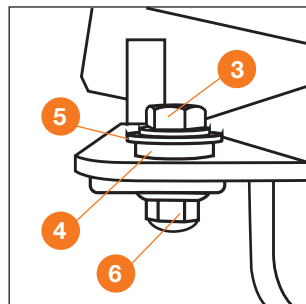

Рис. 7
- Закрепите крыло с помощью болтов, проставок, шайб и гаек (**3**, **4**, **5**, **6**) (Рис. 7).